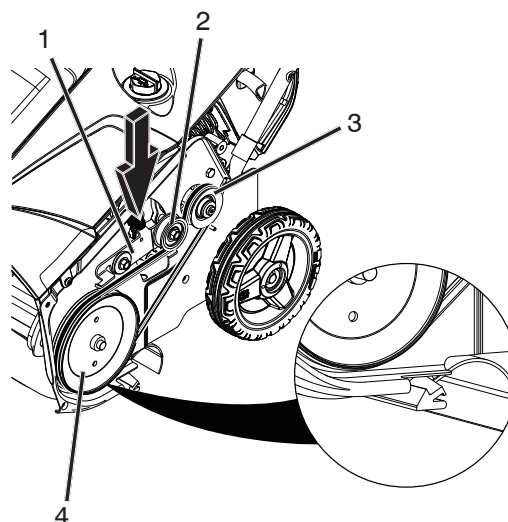

Figure 33
4. Poser la nouvelle courroie trapézoïdale de la tarière et la poulie d'entraînement, acheminer la courroie comme indiqué dans la Figure 33.
REMARQUE: Acheminer la nouvelle courroie trapézoïdale en premier autour de la poulie du moteur, puis de la poulie tendeur et enfin autour de la poulie d'entraînement en appuyant sur l'avant du bras de renvoi. (Figure 33).